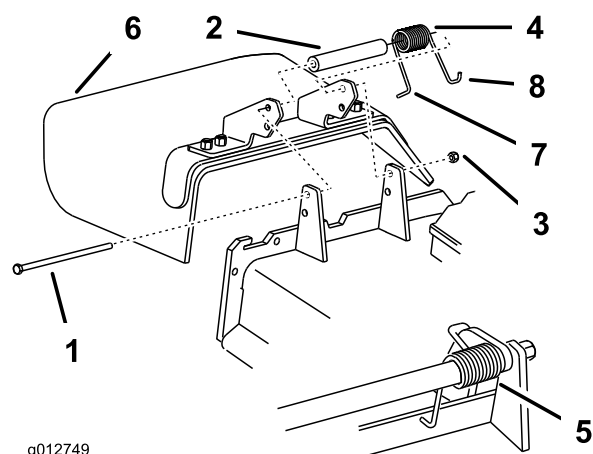

Figure 60
1. Retirez le contre-écrou, le boulon, le ressort et l'entretoise qui fixent le déflecteur aux supports de pivot (Figure 60). Enlevez le déflecteur s'il est endommagé ou usé.
**Remarque:** Prenez soin de placer l'extrémité en L du ressort derrière le bord du tablier avant de mettre le boulon en place, comme indiqué à la Figure 60.
3. Remettez le boulon et l'écrou. Accrochez l'extrémité en J du ressort au déflecteur d'herbe (Figure 60).